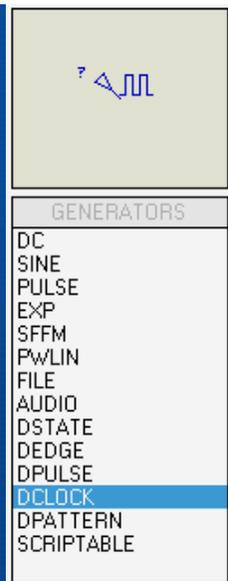

图4-48 激励源的名称列表以及数字时钟信号源的符号
(1) 单击工具箱中的图标，出现图4-48所示的所有激励源的名称列表，用鼠标左键单击“DCLOCK”，则在预览窗口中出现数字时钟信号源的符号。
(2) 在编辑窗口双击鼠标左键，则数字时钟信号源被放置到原理图编辑界面中。可使用镜像、翻转工具调整数字时钟信号源在原理图中的位置。